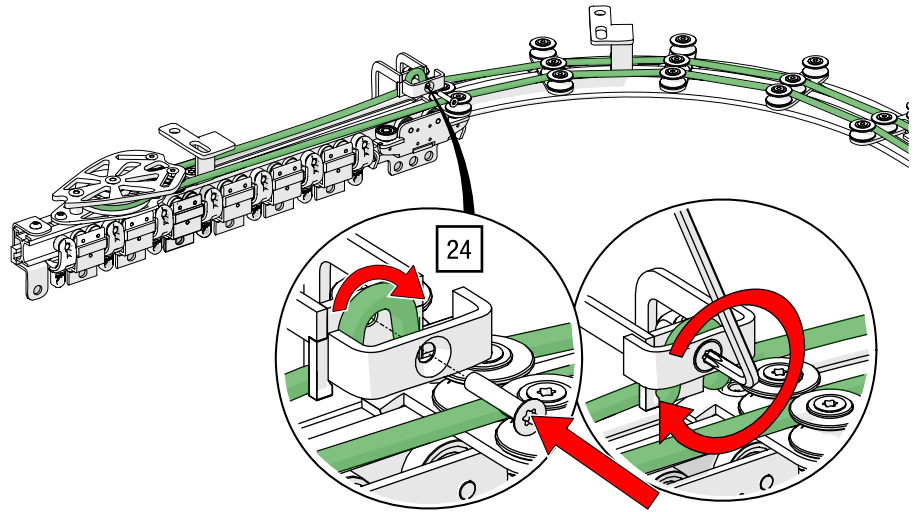

Abb. 103: Obenliegende Seilführung – Seil an zweitem Zugwagen ankleben
24. Verkleben Sie das Seil im zweiten Zugwagen, indem Sie die Schraube mit einem TORX®-Schlüssel T30 anziehen (siehe Abb. 103).